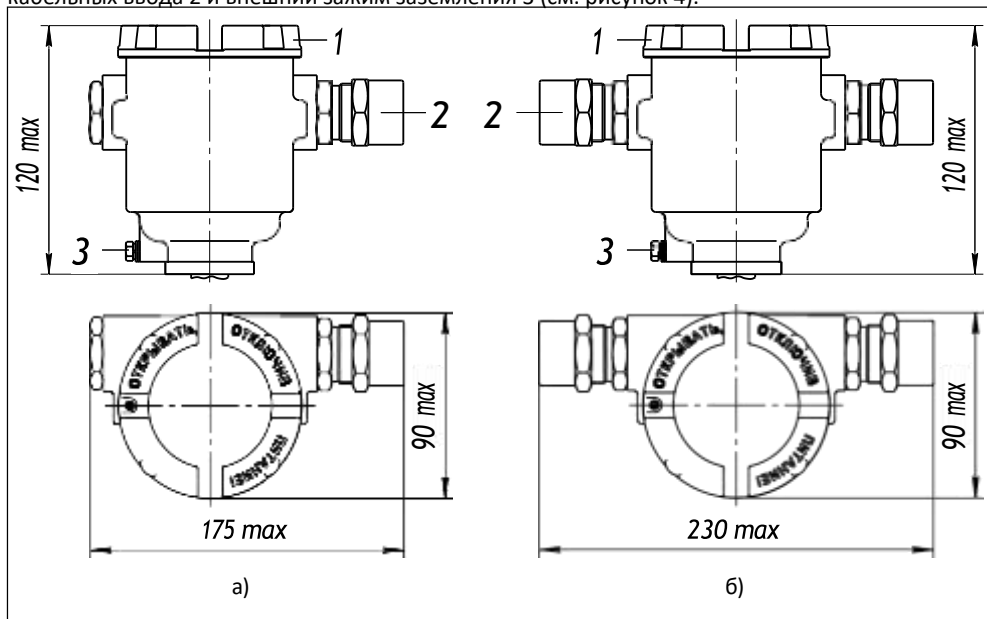

Рисунок 4 - Варианты исполнения корпуса :
1.4.2 Корпус преобразователя имеет съёмную крышку 1, один или два кабельных ввода 2 и внешний зажим заземления 3 (см. рисунок 4).